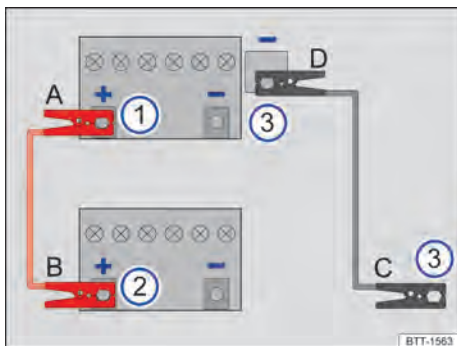
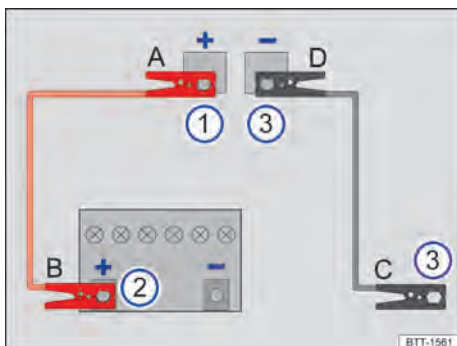

Fig. 247 Esquema para a conexão dos cabos auxiliares de partida (bateria do veículo 12 V no compartimento do motor).
Fig. 248 Esquema para a conexão dos cabos auxiliares de partida no veículo que presta auxílio à partida (bateria do veículo 12 V no compartimento de bagagem).
Legenda para Fig. 247 e Fig. 248:
Conectar o cabo auxiliar de partida somente na sequência **A – B – C – D** → Fig. 247.
- Conectar uma extremidade do cabo auxiliar de partida *vermelho* ao polo positivo (+) do veículo com a bateria do veículo 12 V descarregada → Fig. 247 ① → .
- Conectar a outra extremidade do cabo auxiliar de partida *vermelho* ao polo positivo (+) do veículo fornecedor de corrente → Fig. 247 ②.
- Conectar uma extremidade do cabo auxiliar de partida *preto* → Fig. 247 ③, de preferência, num ponto de auxílio à partida (ponto de aterramento), ou então, numa peça metálica maciça firmemente aparafusada com o bloco do motor ou no próprio bloco do motor.
- Conectar a outra extremidade do cabo auxiliar de partida *preto* → Fig. 247 ③ do veículo híbrido com a bateria 12 V descarregada, de preferência, a um ponto de auxílio à partida (ponto de aterramento), ou então, a uma peça ma-
Conectar o cabo auxiliar de partida somente na sequência **A – B – C – D** → Fig. 248.
- Conectar uma extremidade do cabo auxiliar de partida *vermelho* ao ponto de auxílio à partida (polo positivo) (+) do veículo com a bateria do veículo 12 V descarregada → Fig. 248 ① → .
- Conectar a outra extremidade do cabo auxiliar de partida *vermelho* ao polo positivo (+) do veículo fornecedor de corrente → Fig. 248 ②.
- Conectar uma extremidade do cabo auxiliar de partida *preto* → Fig. 248 ③ no veículo com a bateria do veículo 12 V que fornecerá corrente, de preferência, num ponto de auxílio à partida (ponto de aterramento), ou então, numa peça metálica maciça firmemente aparafusada com o bloco do motor ou no próprio bloco do motor.
- Conectar a outra extremidade do cabo auxiliar de partida *preto* → Fig. 248 ③ do veículo híbrido com a bateria 12 V descarregada, de preferência, a um ponto de auxílio à partida (ponto de aterramento), ou então, a uma peça maciça de metal parafusada firmemente com o bloco do motor ou ao próprio bloco do motor → .
- Desconectar o cabo auxiliar de partida com o motor em funcionamento somente na sequência **D – C – B – A** Fig. 247 ou → Fig. 248.